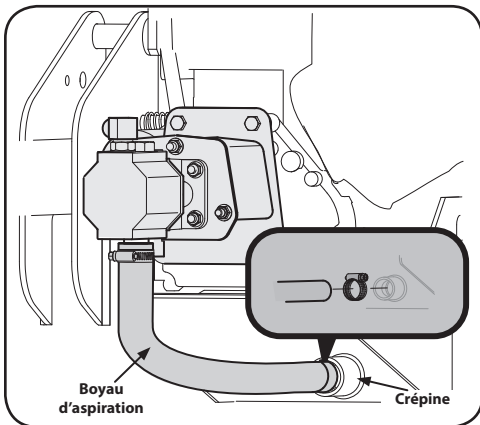
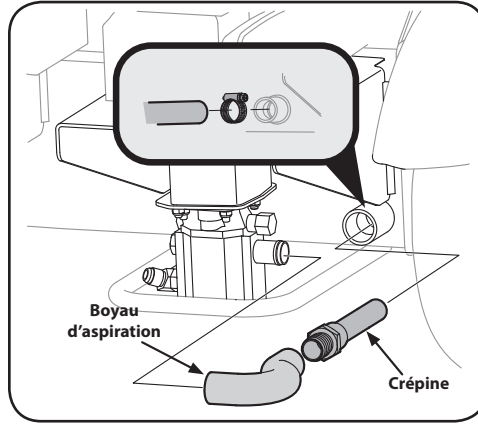

Figure 5-1
Figure 5-2
2. Si votre fendeuse à bûches est équipée d'un moteur à arbre horizontal comme illustré à Figure 5-1, consultez la Figure 5-1 lorsque vous changez le liquide hydraulique.
3. Si votre fendeuse à bûches est équipée d'un moteur à arbre vertical comme illustré à la Figure 5-2, consultez la Figure 5-2 lorsque vous changez le liquide hydraulique.
4. Débranchez le boyau d'aspiration du fond du réservoir. Pour les moteurs à arbre horizontal, consultez la Figure 5-1 ; pour les moteurs à arbre vertical, consultez la Figure 5-2.